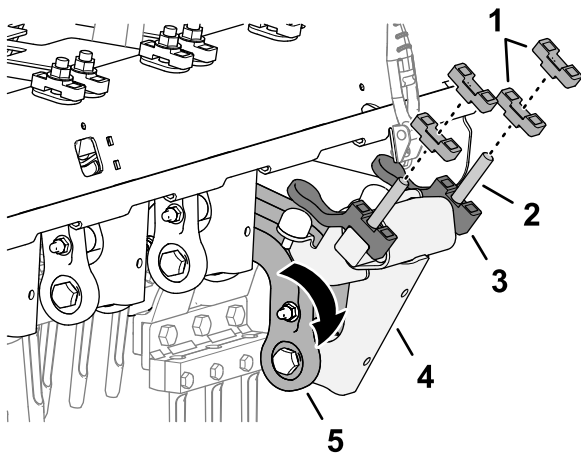

Figura 133
3. Gire el acoplamiento del amortiguador y el eje del amortiguador hacia abajo (Figura 133).